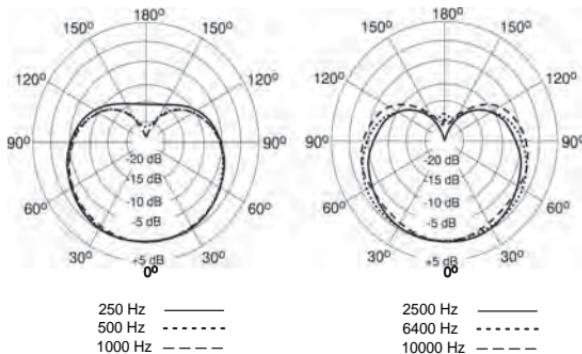

FIGURA 4. PATRONES DE CAPTACION POLAR TIPICOS
**Cardioide.** Cuando se selecciona este patrón de captación, el micrófono capta los sonidos de las fuentes colocadas directamente delante de su punta y es menos sensible a las fuentes colocadas detrás de la misma. Este patrón es el utilizado más comúnmente para grabaciones en estudio y presentaciones en vivo. Vea la Figura 4.
**Omnidireccional.** Captá los sonidos de todas las direcciones. Este patrón es el mejor para captar sonidos ambientales en una sala o para captar varias fuentes sonoras al mismo tiempo, por ejemplo varios cantantes. El patrón de captación omnidireccional no exhibe efecto de proximidad. Vea la Figura 4.